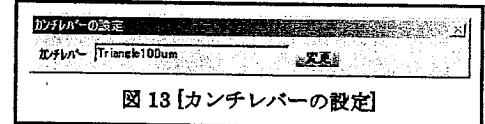

図 13 [カンチレバーの設定]
(16) [カンチレバーの設定](図 13)で、ユニットにセットされているカンチレバーに合ったレバーテーブルを選択